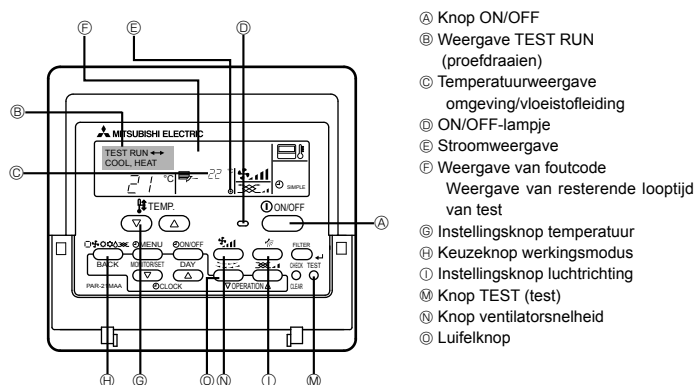

Fig. 6-1
- ① Schakel het apparaat uit met de hoofdschakelaar. Let op! Als de ventilator draait, kunt u zich hieraan verwonden of een elektrische schok oplopen.
- ② Verbreek de aansluiting van het luchtuitstroomblad dat u wilt afstellen. (Druk de knop in en schuif de aansluiting weg in de richting die door de pijl wordt aangegeven, zoals getoond in de afbeelding.) Nadat u de aansluiting heeft verwijderd, dient u deze af te plakken met isolatieband. Het kan ook worden ingesteld via de afstandsbediening. Hiervoor verwijzen wij u naar 4.7.
6. Proefdraaien (Fig. 6-1)
Afstandsbediening met draad (Fig. 6-1)